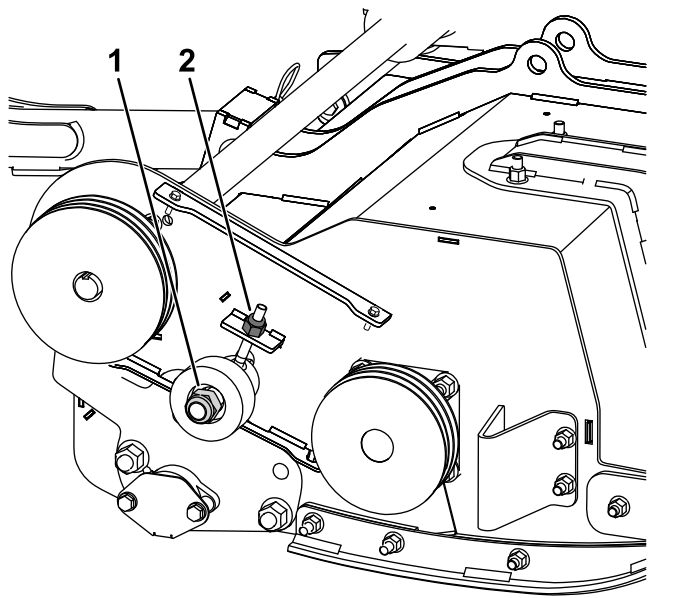

Figura 27
3. Allentate, senza rimuoverlo, il dado della puleggia tendicinghia (Figura 27).
4. Regolate il dado sul perno della puleggia tendicinghia per tendere la cinghia (Figura 27).